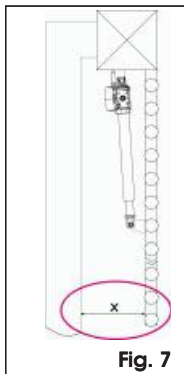

Fig. 7
- ⚠** Una volta installato l'operatore verificare che la quota "X" di Fig. 7 sia minimo 500 mm. Se la quota "X" è inferiore ai 500 mm è necessario eseguire una prova d'impatto nel punto evidenziato in Fig. 7, come descritto nella norma UNI EN 12445 e verificare che i valori rilevati siano conformi con quanto stabilito dalla norma UNI EN 12453.